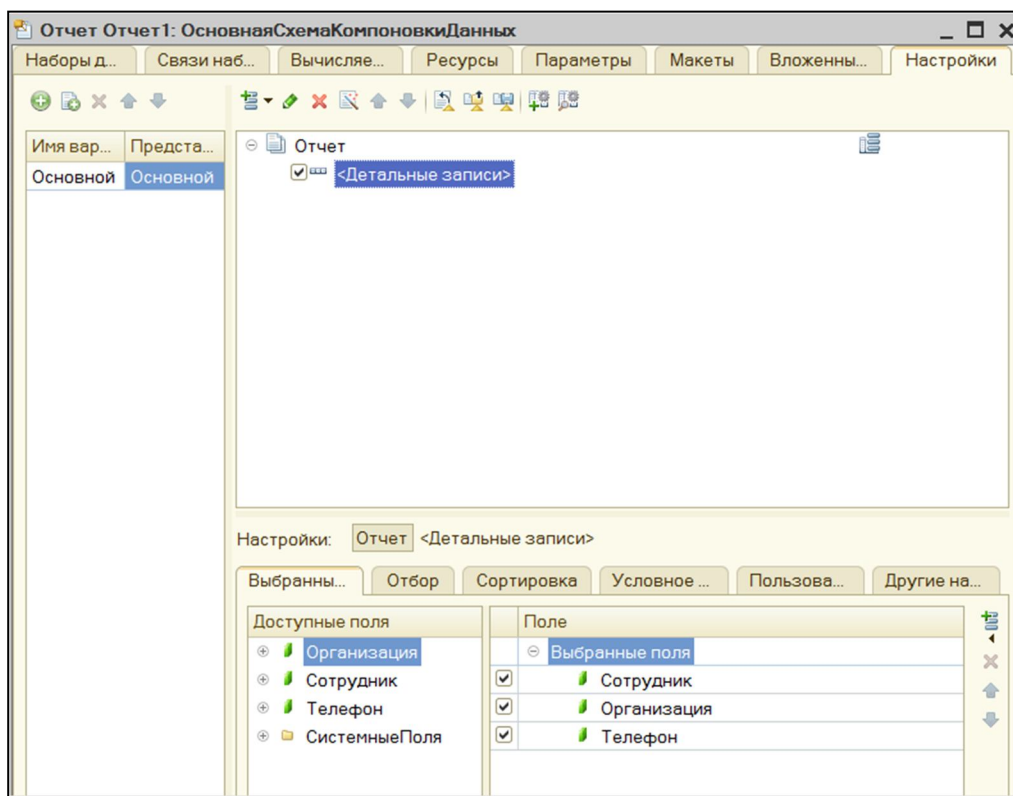

Рис. 47. Формирование полей для схемы компоновки данных
4) Перейти на вкладку «Настройки», где в разделе «Выбранные поля» выбрать все интересующие поля (рис. 47), участвующие в запросе (двойной щелчок по имени поля в левом нижнем окне).